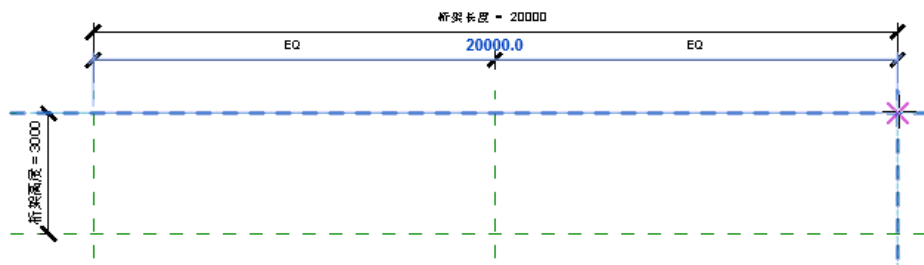

图 7-10 绘制上弦杆
(4) 单击“创建”选项卡“详图”面板中的“上弦杆”按钮 ，沿顶部参照平面进行绘制以定义上弦杆，如图 7-10 所示。